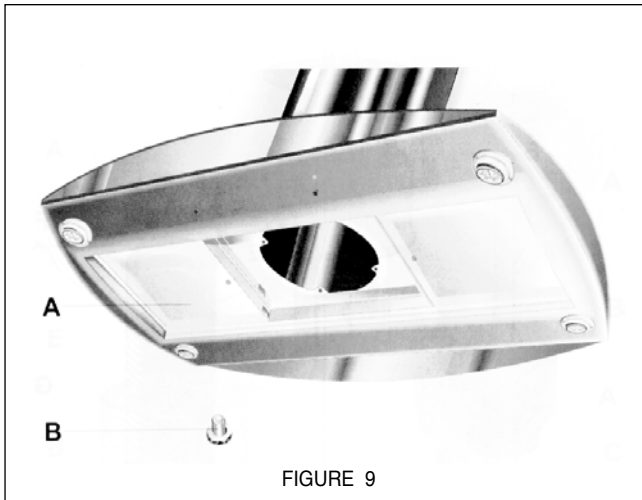

FIGURE 9
3. The canopy (**Item A in Figure 9**) attaches to the support (**Item C in Figure 9**) by four bolts (**Item B in Figure 9**) located inside the canopy next to the duct opening. Lift the canopy and insert the bolts into the slots on the support. Tighten the four bolts. Due to the weight of the rangehood, two people should lift it to avoid injuries. Make sure that the bolts are properly seated in the slots and fully tightened.
3. La hotte (**A de la FIGURE 9**) se fixe au support (**C de la FIGURE 9**) par quatre boulons (**B de la FIGURE 9**) situés à l'intérieur de la hotte, à côté de l'ouverture du conduit. Soulever la hotte et insérer les boulons dans les orifices du support. Serrer les quatre boulons. À cause du poids de la hotte, deux personnes devraient la soulever pour éviter des blessures. S'assurer que les boulons reposent bien en place dans les orifices et serrer fermement.